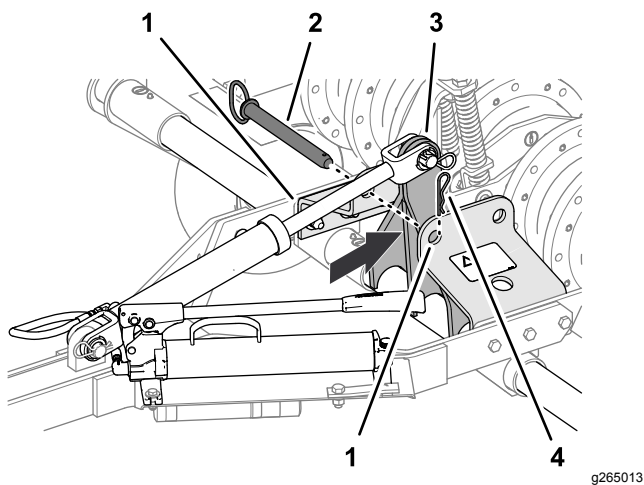

Figure 12
5. Avec la pompe hydraulique manuelle, reculez le bras de levage (Figure 12) juste derrière les trous avant du support de la barre de verrouillage (position de transport).
6. Insérez la goupille de la barre de verrouillage dans les trous avant du support de la barre de verrouillage et fixez-la dans le support avec la goupille fendue (Figure 12).